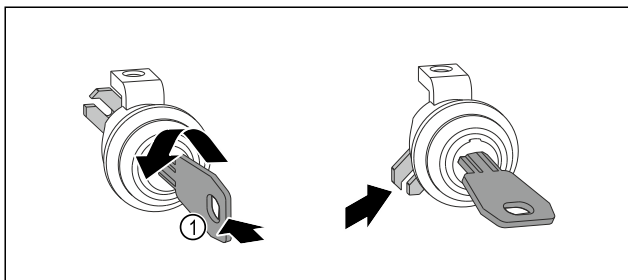

Fig. 14
- ▶ Schlüssel Fig. 14 (1) hineindrücken und drehen.